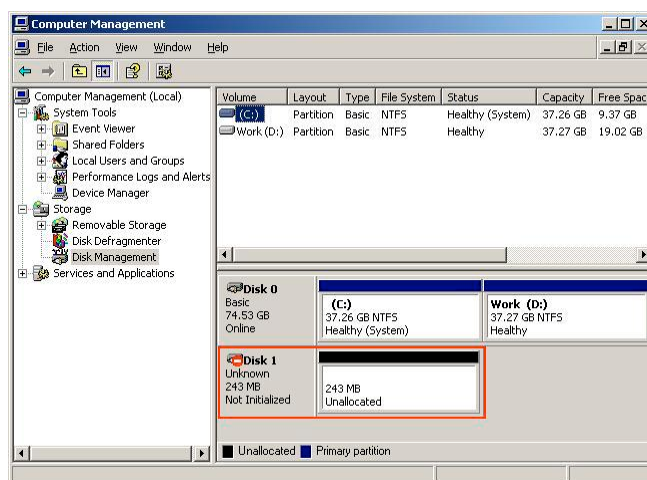

図 9: ディスクが初期化されていない状態を示す画面
- (注意) ポップアップ・メニューが表示されずその代わりに図 9 のように”ディスクが初期化されていない”と表示された場合は、一度閉じてディスクの管理メニューを再び開きなおしてください。